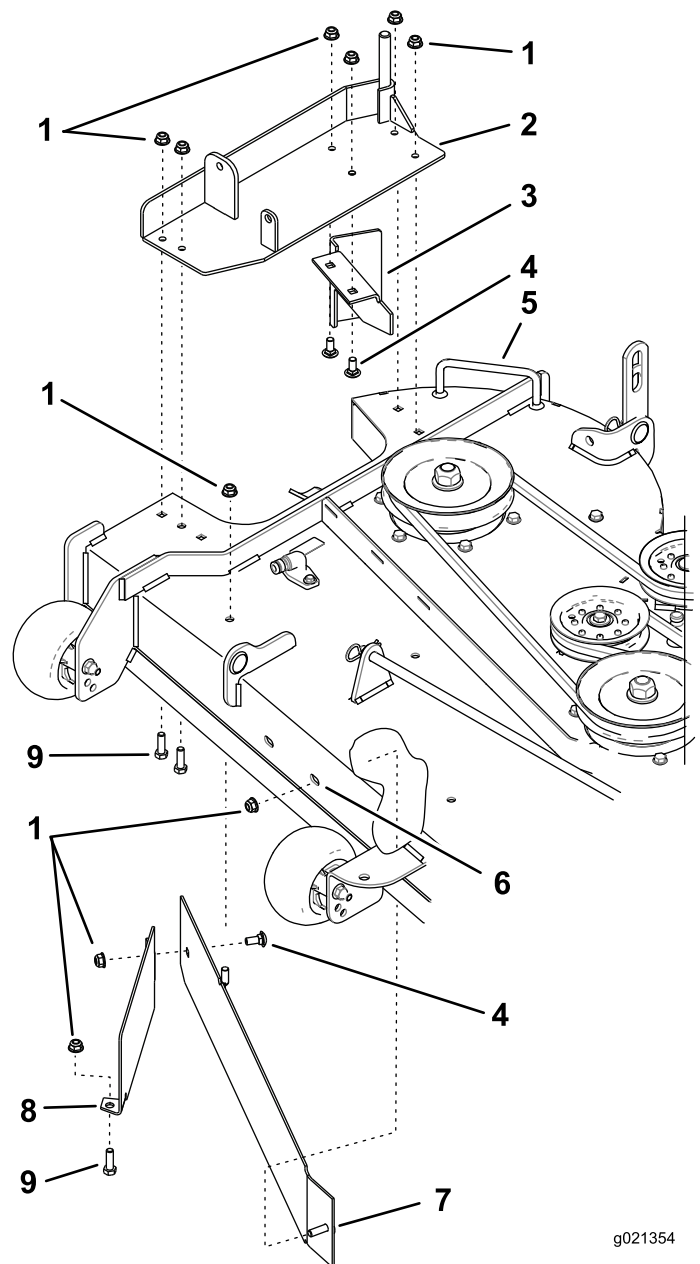

Figura 6
1. Instale la placa deflectora en el soporte del soplador con 2 pernos de cuello cuadrado (5/16 x 3/4 pulgada) y 2 tuercas con arandela prensada (5/16 pulgada) (Figura 6).
3. Instale el deflector grande en la parte delantera de la carcasa de corte con una tuerca con arandela prensada (5/16 pulgada) (Figura 6).
4. Usando el espárrago vertical del deflector, instale el deflector en la parte superior de la carcasa de corte con una tuerca con arandela prensada (5/16 pulgada) (Figura 6).
5. Instale el soporte del soplador existente en la carcasa de corte con 4 pernos (5/16 x 1 pulgada) y 4 tuercas con arandela prensada (5/16 pulgada) (Figura 6).
6. Instale el protector del deflector en el deflector con un perno de cuello cuadrado (5/16 x 3/4 pulgada) y una tuerca con arandela prensada (5/16 pulgada) (Figura 6).
7. Instale el protector del deflector en la carcasa de corte con un perno (5/16 x 1 pulgada) y una tuerca con arandela prensada (5/16 pulgada) (Figura 6).